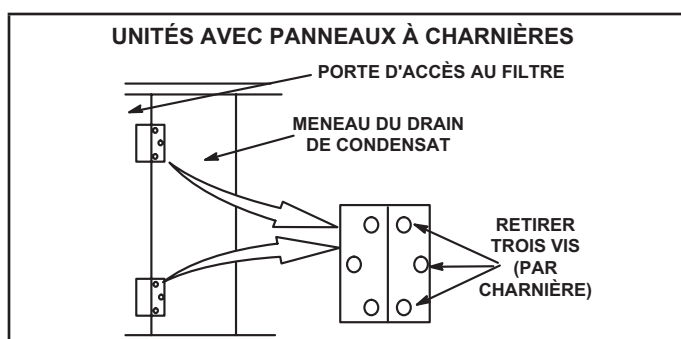

FIGURE 8
- 2 - Retirez les six vis de la porte d'accès aux filtres. Reportez-vous à la FIGURE 8.